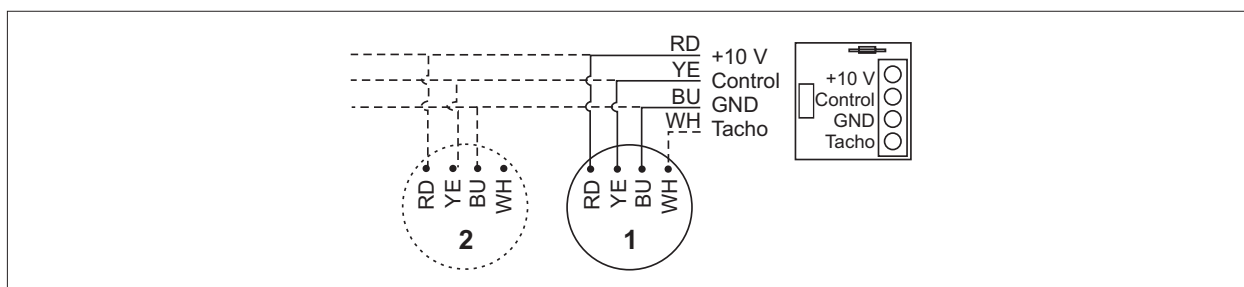

Abb. 7.8 Schaltplan stufenloser Drehzahlsteller 0 - 10 V
► Abb. 7.8 Schaltplan stufenloser Drehzahlsteller 0 - 10V beachten.